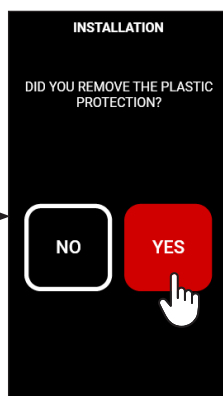

fig.10
- Confirme el mensaje que aparece en la pantalla haciendo clic en SÍ (sólo después de retirar la protección de plástico) (fig.10);